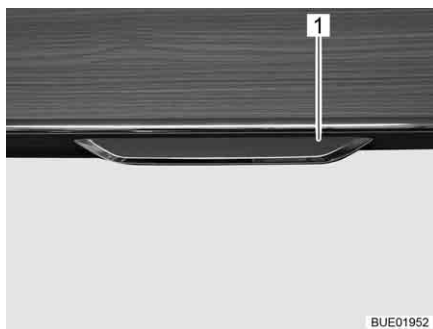

Fig. 61 Abattant de placard avec poignée de déverrouillage
- Tirer la poignée de déverrouillage (Fig. 61,1) vers l'extérieur.